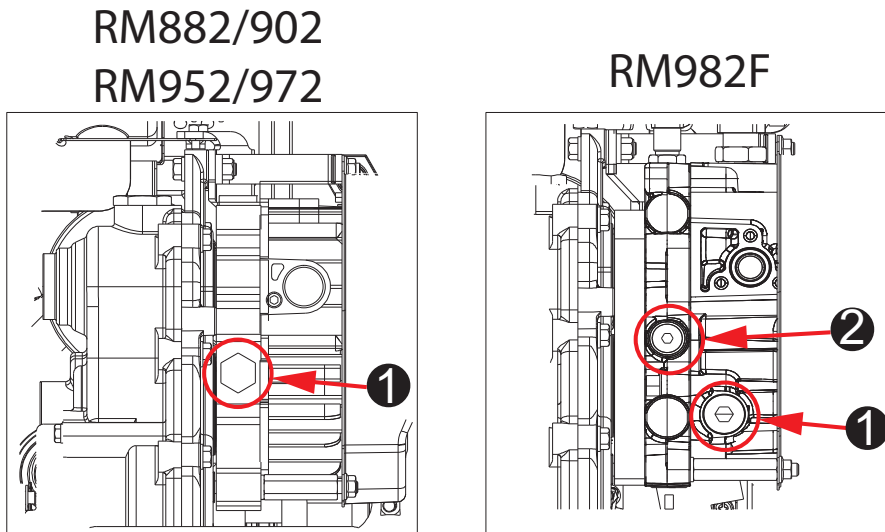

Abb. 14A
1. Stellen Sie einen geeigneten Behälter unter die HST-Einheit, um das Öl aufzufangen, und entfernen Sie dann die Ölablassschraube (Pos. 1 Abb. 14A).
Lösen Sie niemals die Schraube (Pos. 2 Abb. 14A). Andernfalls kann dies das Fahren der Maschine beeinflussen. Dies wird als Missbrauch betrachtet und durch Missbrauch verursachte Schäden fallen nicht unter die Garantie.